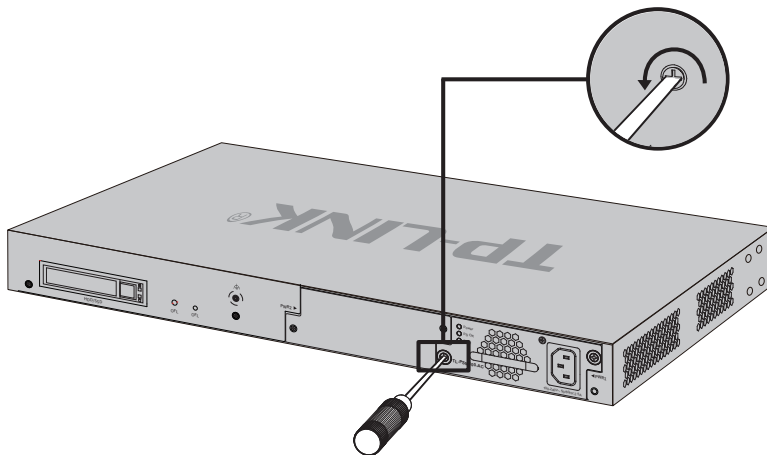

图3-4 拆卸电源模块固定螺钉示意图
2. 安全审计一体机原装电源线连接安全审计一体机与电源插座，如图3-4所示。